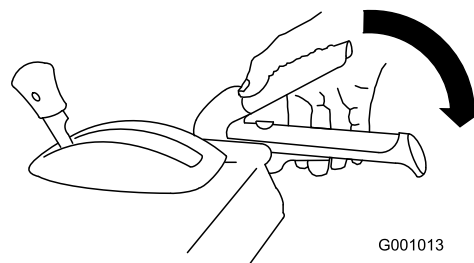

Figure 26
1. Pour engager la vis sans fin/turbine, serrez le levier droit (vis sans fin/turbine) contre la poignée (Figure 26).